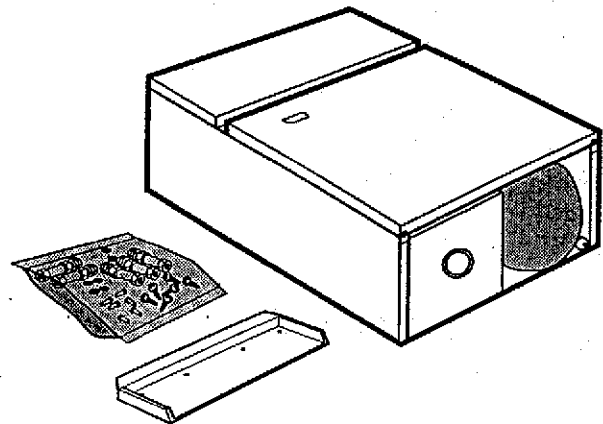

Fig. 8
3.1 UNPACK THE BOILER (See Fig. 8)